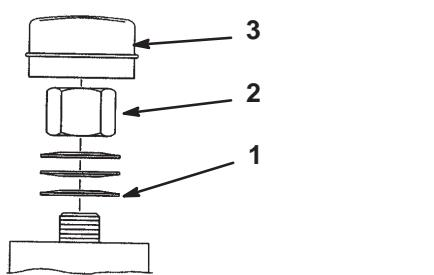

Figure 58
2. Retirez le capuchon anti-poussière de la roue et serrez le contre-écrou (Fig. 58).
3. Continuez de le serrer jusqu'à ce que les rondelles élastiques soient aplatis, puis desserrez-le de 1/4 de tour pour obtenir la précharge correcte des roulements (Fig. 58).
Important Veillez à installer les rondelles comme illustré à la Figure 58.